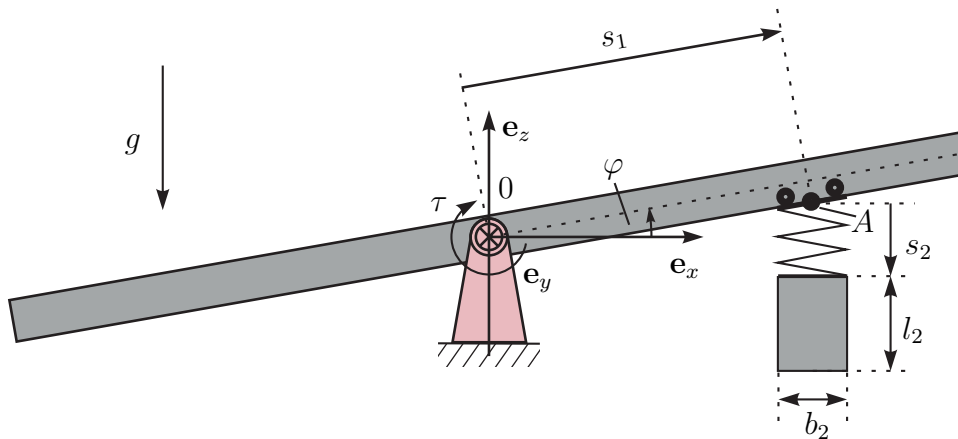

Abbildung 1: Drehbar gelagerter Balken.
1. Betrachten Sie den drehbar gelagerten Balken aus Abbildung 1.